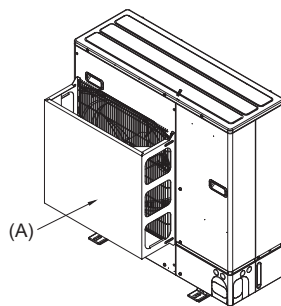

Fig. 2-5
- (2) Si la unidad está situada en un lugar expuesto a vientos fuertes como huracanes que puedan entrar en la salida de aire, coloque una guía de protección de aire opcional. (Fig. 2-5)